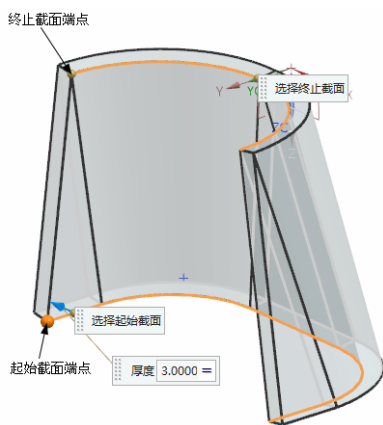

图 3-40 指定端点
(5) 指定起始截面端点和终止截面端点在同一侧,如图 3-40 所示。